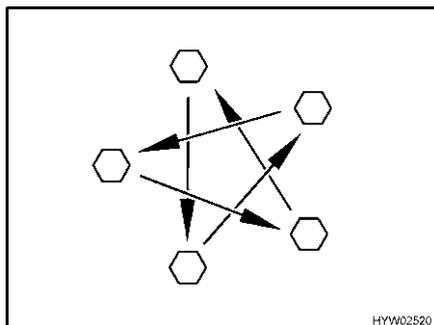

Bild 304 Radmuttern oder Radschrauben über Kreuz anziehen
- Radmuttern oder Radschrauben regelmäßig auf festen Sitz prüfen. Radmuttern oder Radschrauben eines ausgewechselten Rades nach 50 km über Kreuz nachziehen (Bild 304). Anziehdrehmoment siehe Abschnitt 13.5.2.
- ▷ Radmuttern oder Radschrauben über Kreuz anziehen (Bild 304).